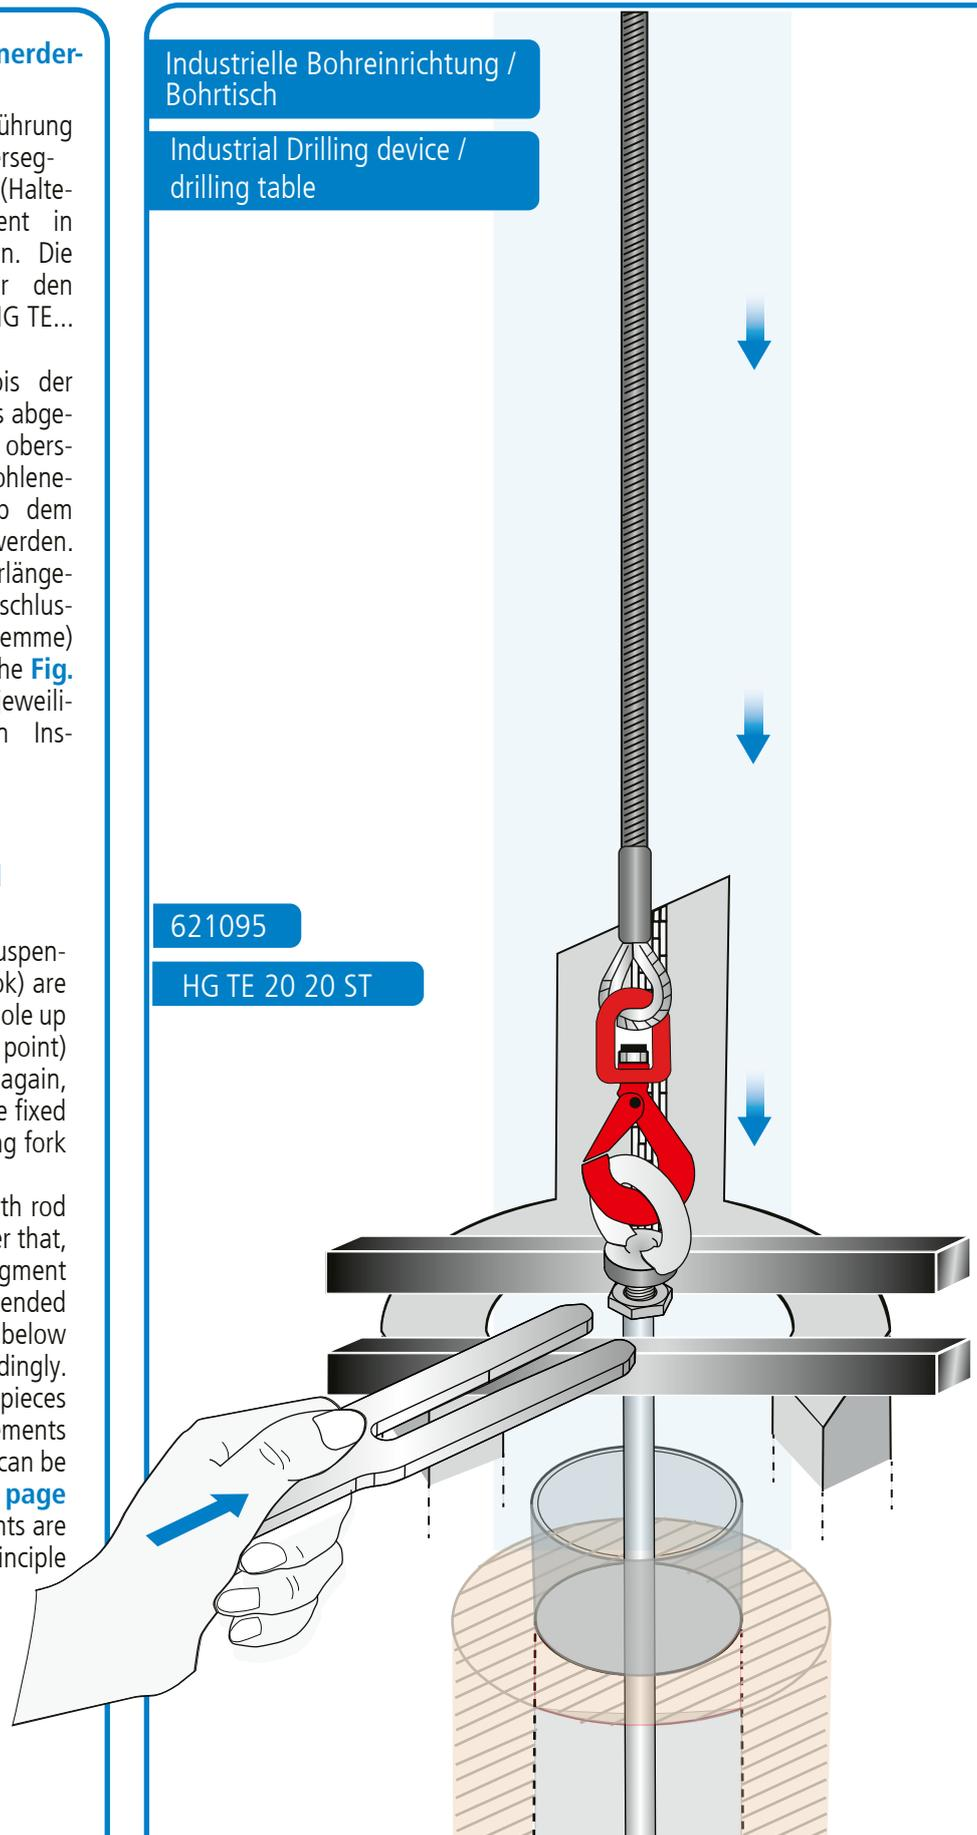

Fig. 10
- ➔ Direkt nachdem die Aufsatzfläche durch ablassen des Tiefenerders unterhalb der Haltegabel ist, wird die Haltegabel HG TE..., wieder zentral über den Bohrtisch auf den beiden Vierkantprofilen positioniert (siehe Seite 11, Fig. 10).
- ➔ Immediately after the attachment surface is below the retaining fork by lowering the earth rod, the HG TE... retaining fork is again positioned centrally over the drilling table on top of the two square profiles (see page 11, Fig. 10).
(siehe Fig. 10). Dieser Vorgang wiederholt sich bis der Tiefenerder am Grund des Bohrlochs abgesetzt ist. Danach muss das letzte bzw. oberste Tiefenerdersegment an die empfohlene Verlegetiefe von ca. 1m unterhalb dem Erdniveau angepasst bzw. montiert werden. Entsprechend können passende Verlängerungsstücke (L 500 mm) und Anschlusselemente (Anschlussstück/Anschlussklemme) verwendet und montiert werden (siehe Fig. 11, Seite 12). Hierzu werden die jeweiligen Segmente nach dem vorherigen Installationsprinzip montiert.
(see Fig. 10). This process is repeated until the earth rod reaches the floor of the borehole. After that, the last or uppermost earth rod segment must be adjusted to the recommended installation depth of approx. 1m below ground level and assembled accordingly. Correspondingly, suitable extension pieces (L 500 mm) and connection elements (connection piece/connection clamp) can be selected and mounted (see Fig. 11, page 12). To do this, the respective segments are attached as per the installation principle above.